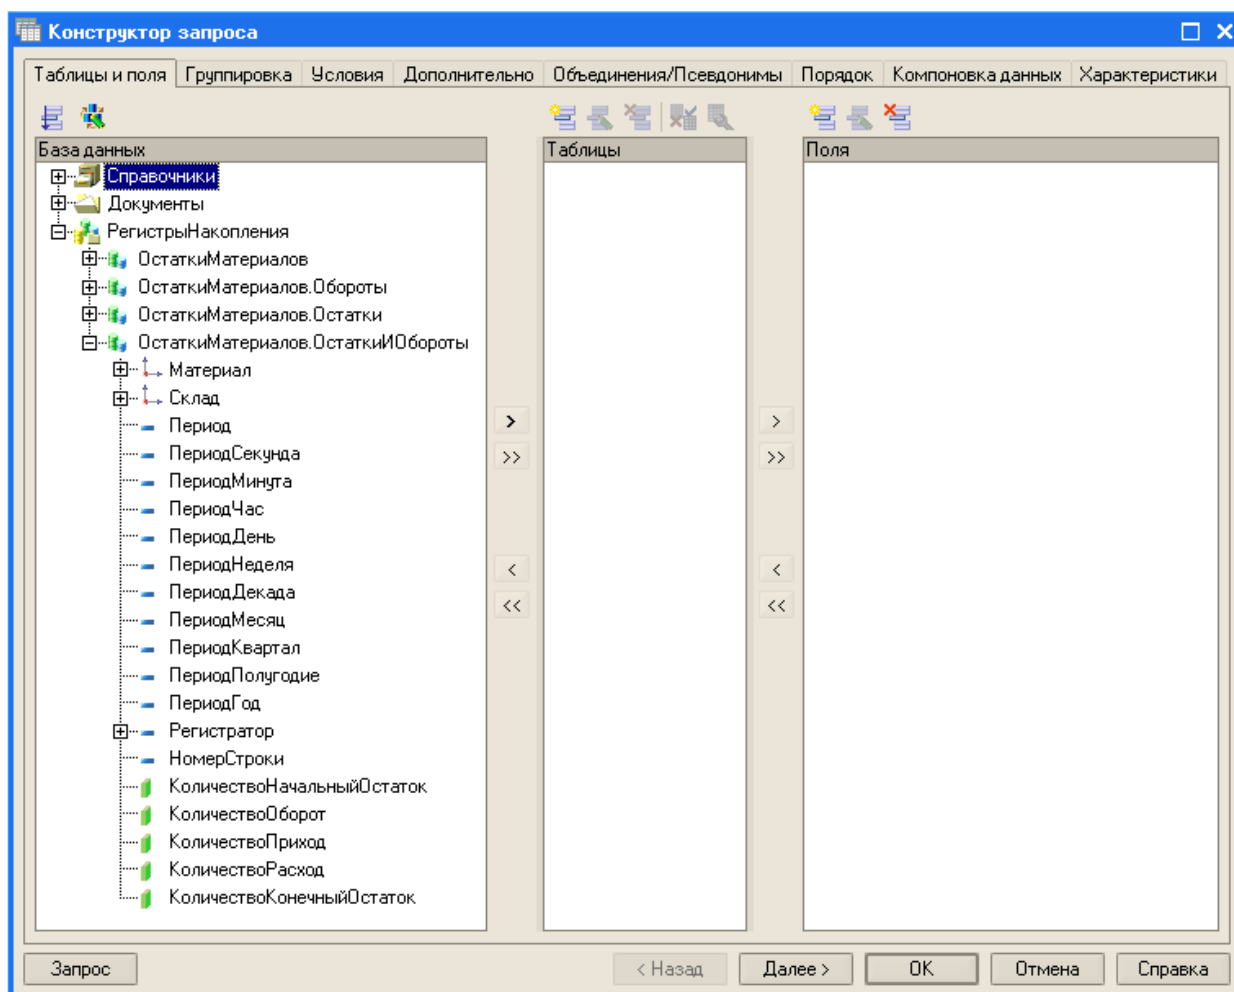

Рис. 6. Таблица «ОстаткиМатериалов.ОстаткиИОбороты»
6. Раскройте виртуальную таблицу ОстаткиМатериалов.ОстаткиИОбороты, поскольку мы хотим видеть как остатки материалов, так и информацию об их поступлении и расходе (рис. 6).